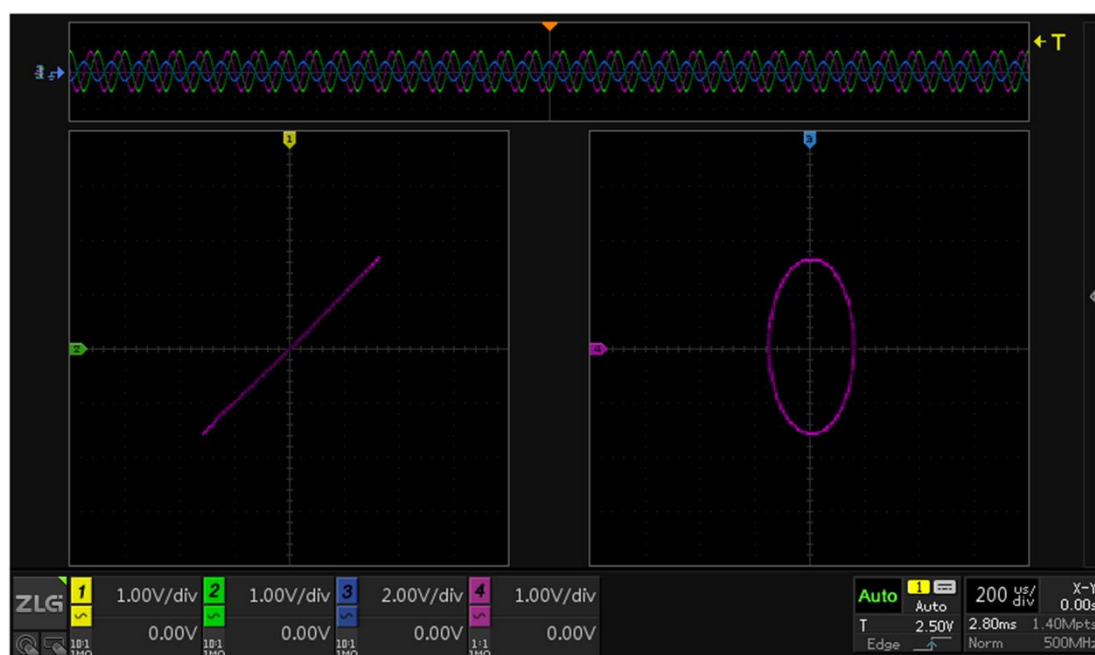

图 9.10 椭圆
- 当 Φ 处于 0 与 π 之间时，则 X 与 Y 的关系可表示为 $X^2/a^2 + Y^2/b^2 = c^2$ (其中 a、b、c 为常数)，此时对应波形是椭圆，示例如图 9.10 所示；